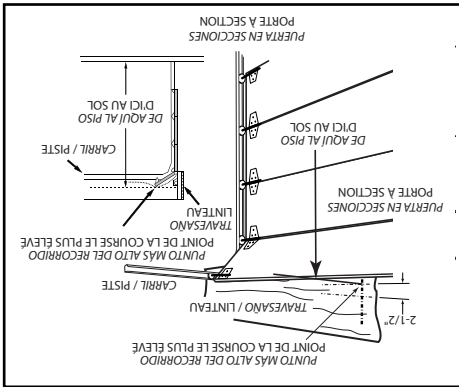

FIG. 2-2
- Levante la puerta del garaje hasta que el borde superior alcance la altura máxima (**Fig. 2-2**).
- Cierre la puerta otra vez. (Fig. 2-2).
- Mesurer la hauteur du bord supérieur de la porte au sol (Fig. 2-2).
- Relever la porte. (Fig. 2-2).